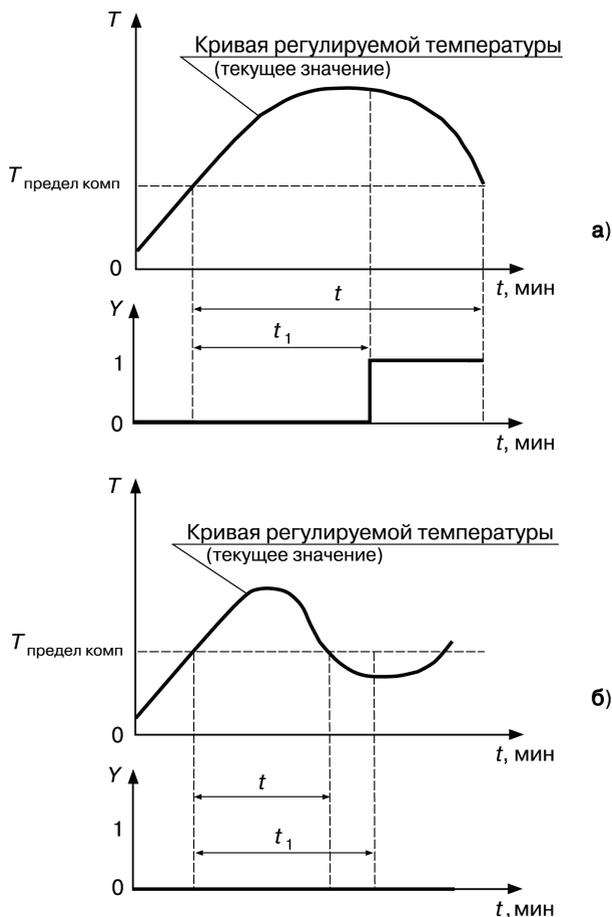

Рисунок 3.19 – Задержка срабатывания компаратора:
- если время нахождения регулируемой величины $t > t_1$ (времени задержки срабатывания компаратора), то компаратор срабатывает, рисунок 3.19, а;
- если время нахождения регулируемой величины $t < t_1$, то компаратор не срабатывает, рисунок 3.19, б.